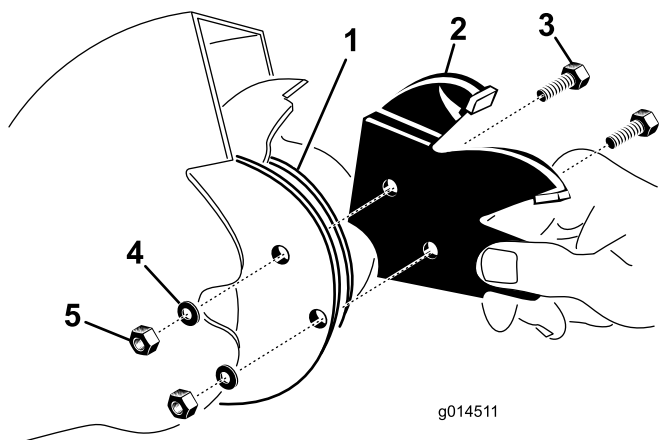

Figure 23
2. Retirez les deux boulons qui retiennent chaque section de la lame. Attention à ne pas faire tomber une section en la desserrant, car elle pourrait s'ébrécher (Figure 23).
4. Insérez la section entre les bris de montage de la lame (Figure 23) et fixez-les avec 2 boulons, rondelles de blocage et écrous.